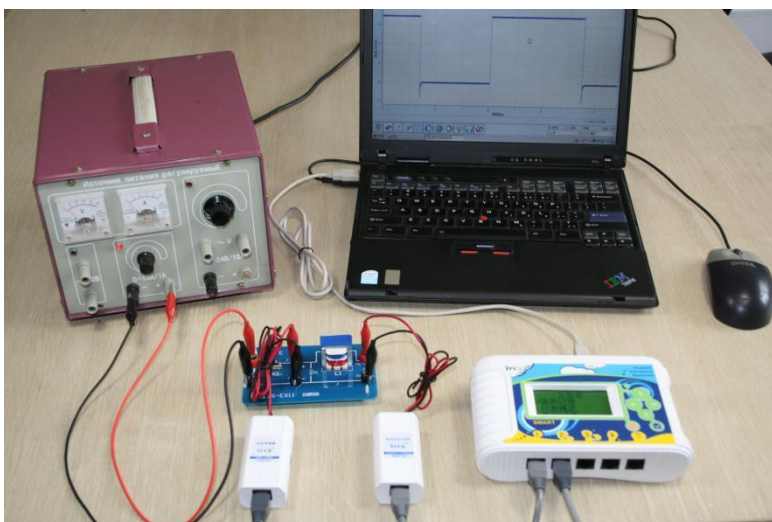

Рис.3 Собранная экспериментальная установка
1. Как показано на рис.3, подключите датчик напряжения и датчик миллиток к регистратору, затем подключите регистратор к компьютеру;